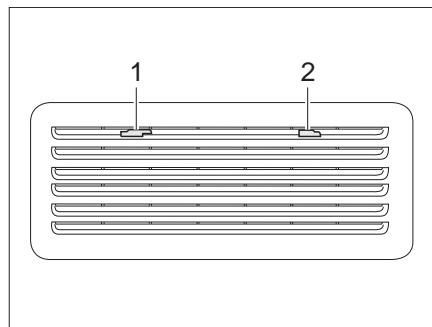
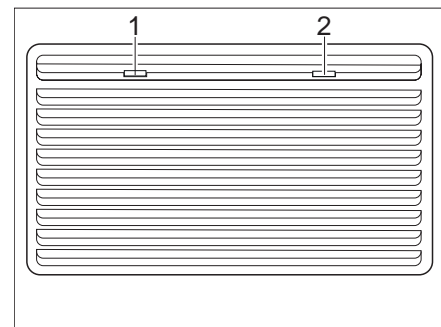

Bild 223 Kühlschrank-Lüftungsgitter (Thetford)
Bild 224 Kühlschrank-Lüftungsgitter (Thetford groß)
- Arretierungen (Bild 223,1 und 2 bzw. Bild 224,1 und 2) zur Mitte schieben.